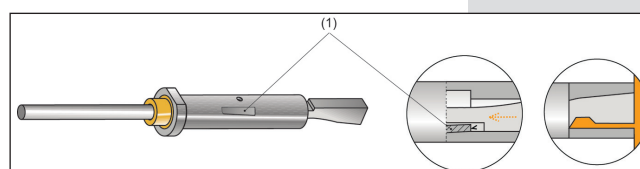

Bild 3: Konturbuchse mit eingebautem Anschlag (Werkbilder: WEMA GmbH, Lüdenscheid)
- Die Konturbuchse S6347 ist mit einer patentierten Stoppfunktion in Form eines integrierten Keiles (1) ausgestattet. Dieser sorgt dafür, dass der anfallende Spritzdruck den Auswerfer nicht zurückdrücken kann (Bild 3).